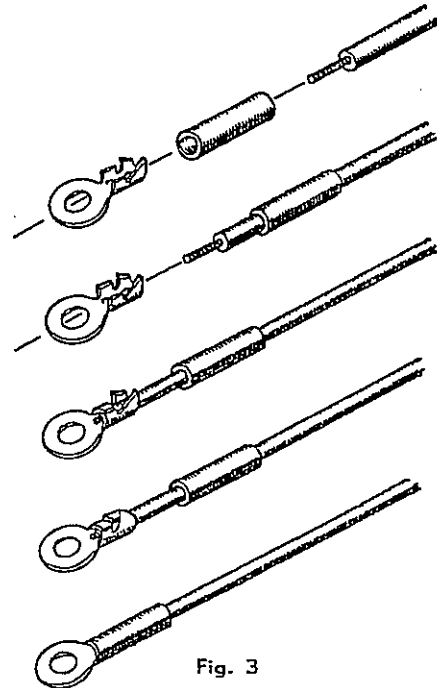

Fig. 3
- Y mettre en place les cosses en pinçant fortement les pattes de serrage sur les conducteurs (pince) (fig. 3). Une soudure à l'étain de la cosse sur le conducteur est souhaitable, mais non indispensable. Repousser les souplesseaux vers la cosse pour assurer un bon isolement.